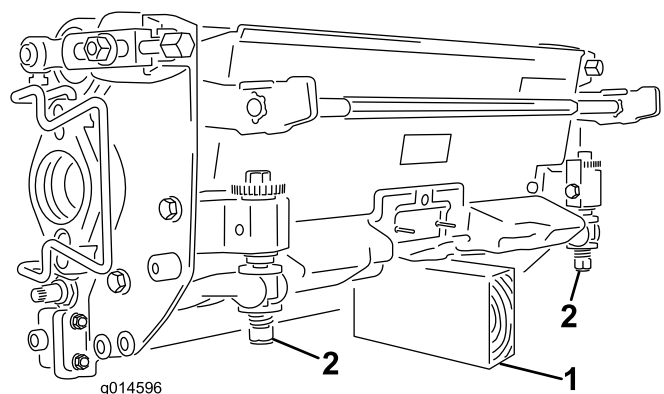

Figure 9
**Important:** Chaque fois qu'il est nécessaire de retourner le plateau de coupe pour exposer la contre-lame/le cylindre, placez un support sous l'arrière du plateau de coupe pour que les écrous situés au bout des vis de réglage de la barre d'appui ne reposent pas sur la surface de travail (Figure 9).